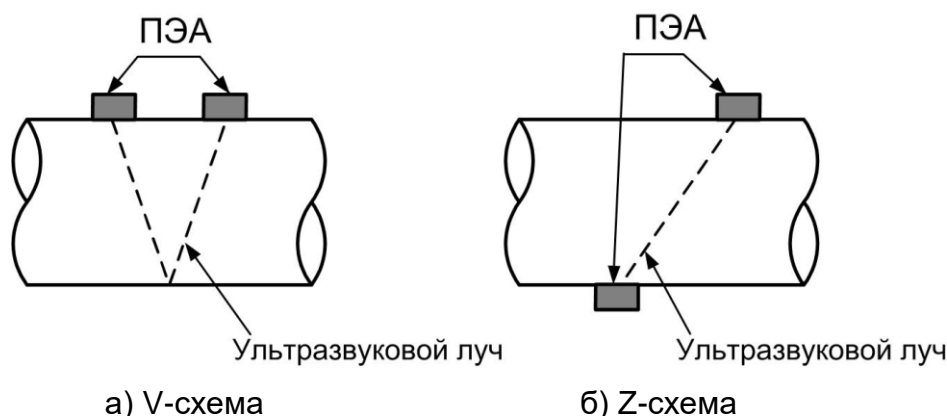

Рис.2. Схемы установки ПЭА на трубопроводе.
$n$  – коэффициент, зависящий от схемы установки ПЭА (рис.2):
1.5.1.5. Накладные ПЭА устанавливаются на наружную стенку трубопровода без его вскрытия по следующим схемам (рис.2).